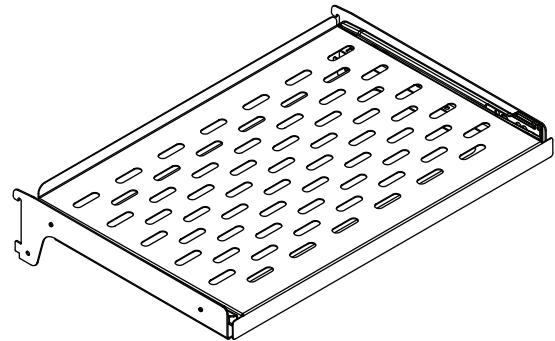

Figure 16
- (1) étagère coulissantes en acier inox perforé (See Figure 16).